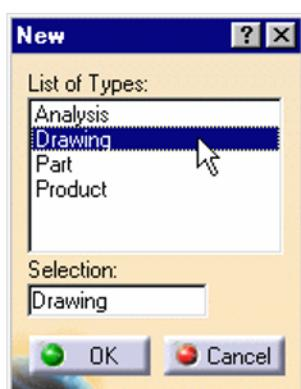

Fig.31. Alegerea tipului de fisier
- Se selectează tipul fisierului ce se va crea (în cazul de față, **Drawing**, fig.31);